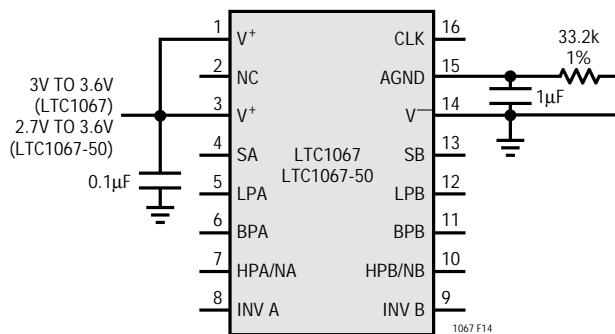

図14. 2.048Vフルスケールの3V/3.3V ADC用電源とAGND接続
2.048Vのフルスケール入力の3V/3.3V電源のADCと共に使用するために、抵抗でAGND電圧を調整する方法を図14に示します。前の回路と同様に、抵抗値は、フィルタへの2.048Vの入力信号がADCからフルスケール値を出力し、0Vの入力信号が最低可能値を与えることを保証するように慎重に選ばれました。このアプリケーションの場合、電源はLTC1067-50フィルタでは2.7V以上、そして、LTC1067フィルタでは3V以上でなければなりません。